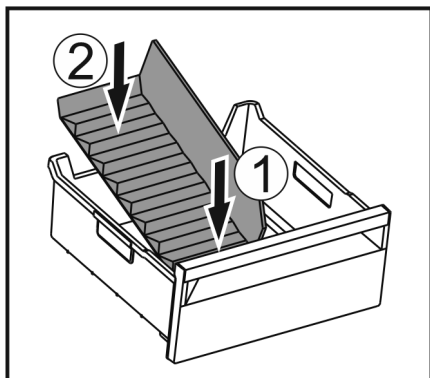

Fig. 171
- Vložte přední část přepážky přihrádky na led. Fig. 171 (1)
- Zadní část přepážky přihrádky na led spusťte až na dno zásuvky. Fig. 171 (2)